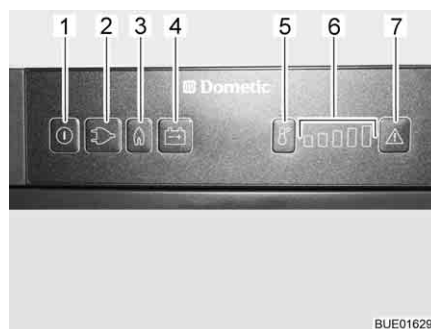

Bild 193 Reglage, knappar för kylskåpet
- Tryck på på/av-knappen (Bild 193,1) i cirka 2 sekunder. Kylskåpet slår på sig. Knappen för senast valda driftläge tänds.
- Tryck eventuellt på knappen för driftläge "Gas" (Bild 193,3). Knappen tänds. Nu är gastillförseln öppen. Tändning sker automatiskt. Ett tickande ljud hörs tills tändningsproceduren är klar.
- Ställ in kyltemperaturen med knappen temperaturstegsval (Bild 193,5).
- Tryck eventuellt driftläge "230 V" (Bild 193,2). Knappen tänds.
- Tryck eventuellt driftläge "12 V" (Bild 193,4). Knappen tänds.